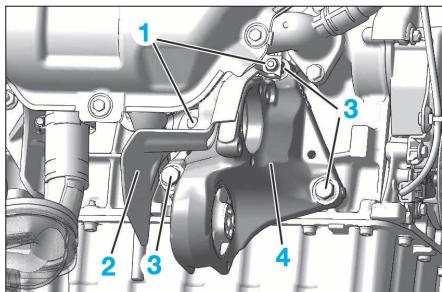
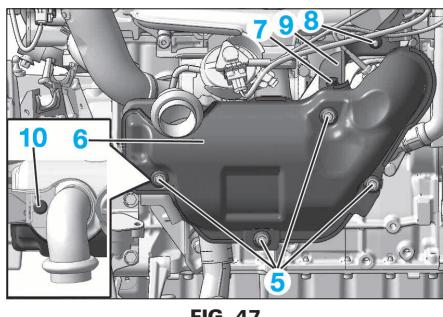

FIG. 46
FIG. 47
- Desserrer la vis de la plaque-maintien (2) des 2 tuyaux de pression.
- Déposer la vis du support-tube (3) du tuyau arrière (au niveau du catalyseur).
- Débrancher le tuyau (4) de prise de pression arrière.
- Déposer les 4 vis et écrous (5) de la bride.
- Déposer (Fig.46) :
- les écrous (1) et vis (3) puis le palier de transmission droite (4)
- l'écran thermique (2)
- Déposer (Fig.47) :
- les vis (5)
- l'écran thermique du pré-catalyseur avant (6)
- les fixations (7) et (8)
- le support supérieur de pré-catalyseur (9)